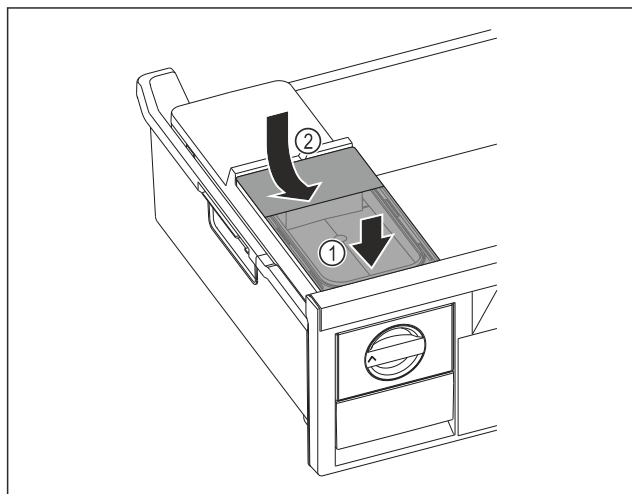

Fig. 82
- ▶ Postavite spremnik za vodu srijeda Fig. 82 (1)
- ▶ Spustite spremnik za vodu straga Fig. 82 (2)